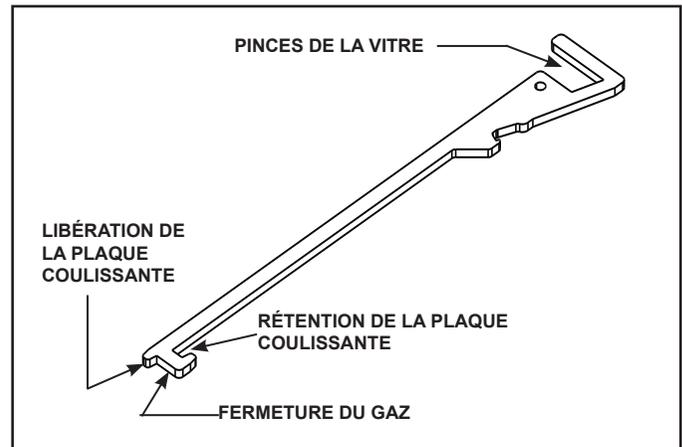

Figure 2.1 Outil multifonction
- Voir la figure 2.1 pour les caractéristiques de l'outil multifonction.
- Voir la figure 2.1 pour les fonctions/caractéristiques de l'outil multifonction.